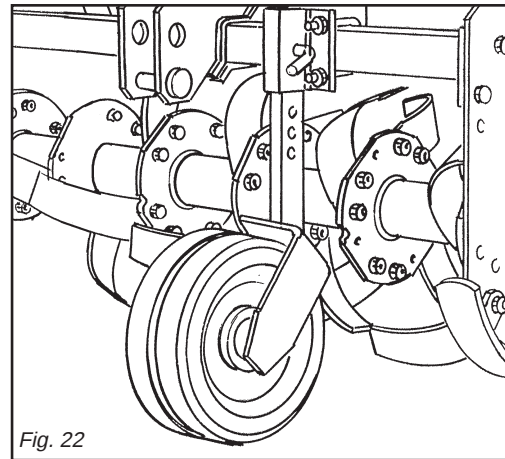

Fig. 22
**Macchine con ruote anteriori:** la regolazione si può effettuare anche con due ruote poste anteriormente alla macchina (Fig. 22). Queste vanno posizionate normalmente sulla stessa carreggiata delle ruote della trattoria per evitare il solco. La regolazione si effettua attraverso una serie di fori presenti sulla parte mobile del montante verticale.
**Machine with front wheels:** depth regulations can also be done with the two front wheels (Fig. 22).
**Maschine mit vorderen Laufrädern:** Die Einstellung kann auch mit zwei Rädern erhalten werden, die vor der Maschine angeordnet sind (Abb. 22). Diese Räder werden in der Regel auf der Spurweite der Schlepperräder angeordnet, damit sie keine eigene Furche entstehen lassen. Die Einstellung wird durch eine Reihe von Bohrungen möglich, die im beweglichen Teil des senkrechten Trägers vorhanden sind.
**Machines avec roues avant:** le réglage est aussi possible avec les deux roues placées à l'avant de la machine (Fig. 22). Elles doivent être placées sur la même voie que les roues du tracteur pour éviter le sillon.
**Máquinas con ruedas delanteras:** la regulación puede efectuarse también con dos ruedas situadas en la parte anterior de la máquina (Fig. 22).